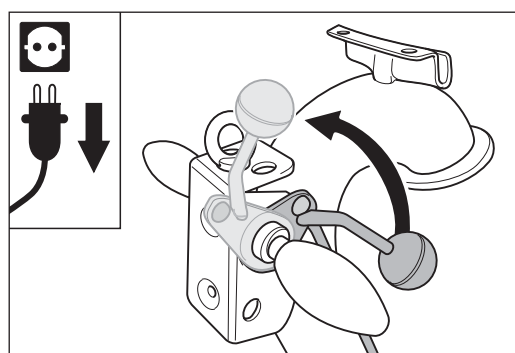

Abb. 52 Den Ablasshebel am Handgriff bis zum Anschlag nach oben ziehen. Dadurch wird die Schleifwalze vom Boden abgehoben.
- 4 Ziehen Sie den Ablasshebel am Handgriff bis zum Anschlag nach oben (Abb. 52). Dadurch wird die Schleifwalze vom Boden abgehoben.